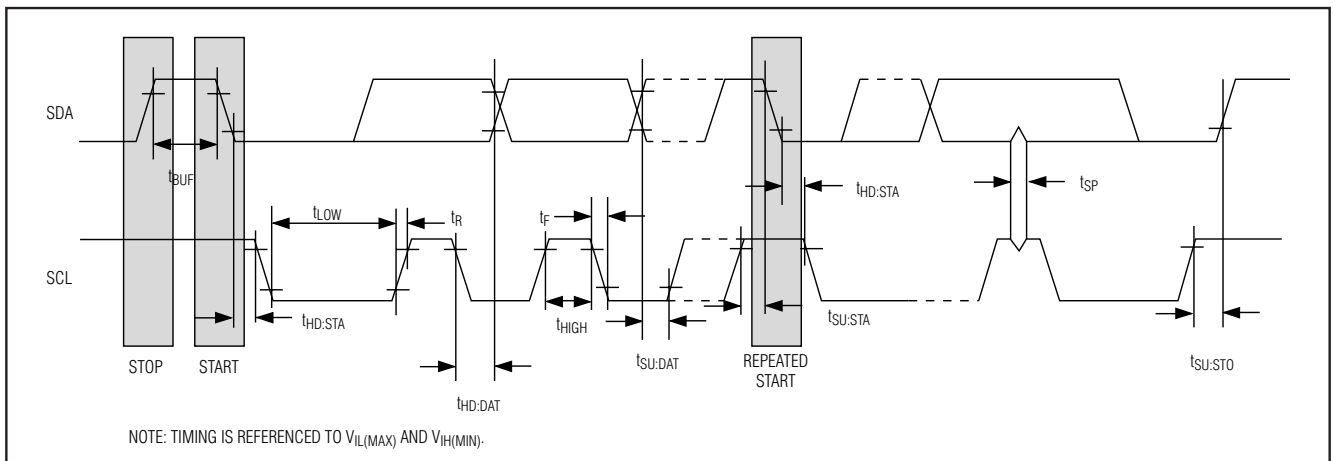

图 3. I2C 时序图
**读位:** 写操作结束后, 主机必须释放 SDA 总线, 在下一个 SCL 上升沿之前(读位时)保留适当的建立时间(图3)。在前一个 SCL 脉冲下降沿, 设备移出 SDA 数据的每一位, 数据位在当前 SCL 脉冲的上升沿时有效。主设备产生所有的 SCL 时钟脉冲, 即使从从设备读各位数据时。
**应答(ACK和NACK):** 在单字节传输时应答和非应答总是位于发送的第9位。接收数据的设备(在读操作中的主设备或者在写操作中的从设备)通过在第9位发送0执行ACK。设备通过在第9位发送1执行NACK。ACK和NACK的时序与其它位的写操作一样(图3)。ACK为设备正确接收到数据后的应答。而NACK用于终止读序列或者指示设备没有接收数据。